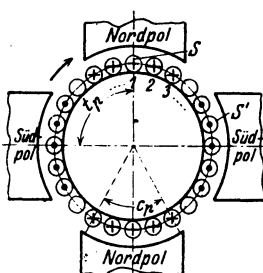

Abb. 100. Schema eines 4 poligen Ankers.
In Abb. 100 ist schematisch eine 4polige Maschine mit Trommelanker dargestellt. Der Anker wird rechts herum gedreht, wodurch in den einzelnen Drähten unter den Polen elektromotorische Kräfte entstehen, die durch die bekannten Pfeile dargestellt sind. Je nachdem die Drähte 1, 2, 3... untereinander und mit den Kommutatorlamellen verbunden werden, unterscheidet man: Parallelschaltung, Reihenschaltung und Reihenparallelschaltung.
Ist s die Anzahl der Spulenseiten, so ist $s:2$ die Anzahl der Spulen, die hier stets gleich der Kommutatorlamellenzahl K sein soll¹. Numeriert man die aufeinanderfolgenden Spulenseiten fortlaufend von 1 bis s , so hat stets die eine Seite S einer Spule eine ungerade Nummer, die andere S' eine gerade. Liegt die erste Seite (S) mitten unter dem Nordpol (Abb. 100), so muß die andere Seite (S') nahezu in gleicher Lage unter dem Südpol sich befinden, d. h. die beiden Spulenseiten sind stets an-